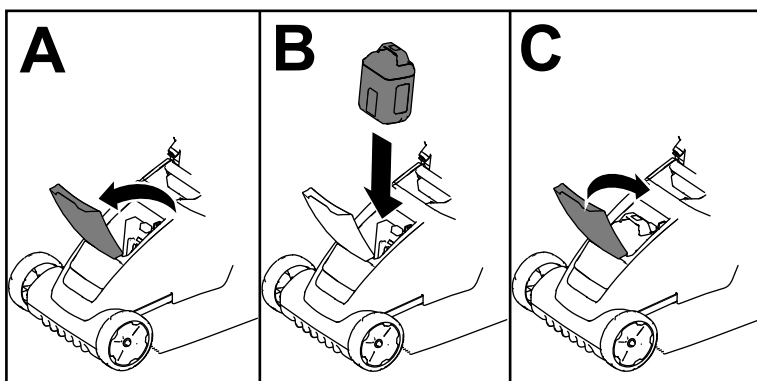

Figura 8
3. Sollevate il coperchio del vano batteria (A della **Figura 8**).
4. Allineate la cavità nel pacco batteria con la linguetta sulla macchina e fate scorrere il pacco batteria nel vano fino a quando non si blocca in posizione (B della **Figura 8**).
5. Chiudete il coperchio del vano batteria (C della **Figura 8**).